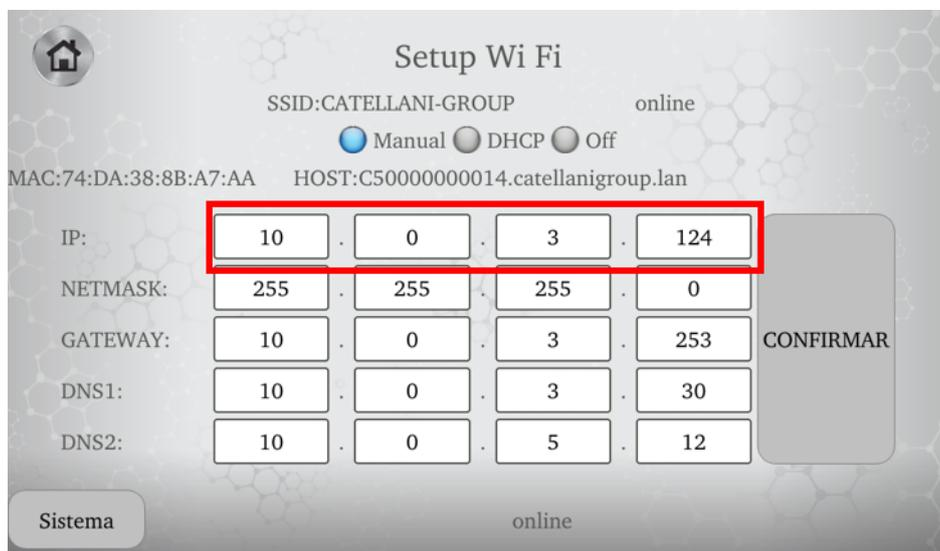

Figura 19
- a) [\(http://\(dirección IP\)\)](http://(dirección IP)) (es: <http://10.0.3.124>) (ver Figura 19)